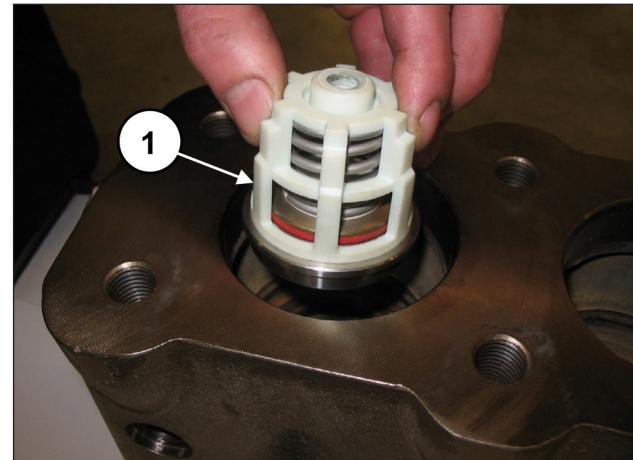
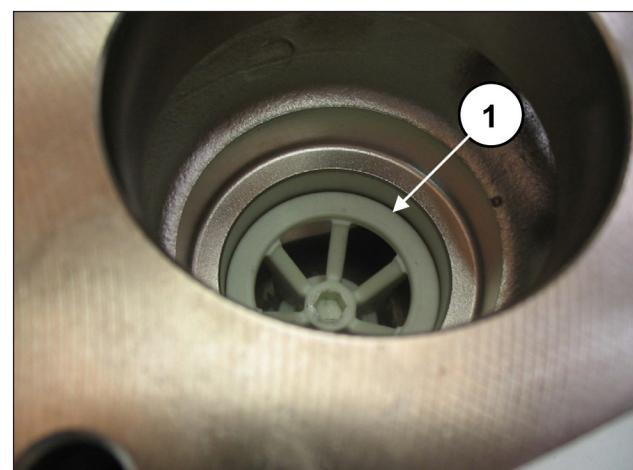

Рис. 115
Рис. 116
Вставьте всасывающий клапанный узел (поз. ①, Рис. 115), а затем распорный элемент (поз. ①, Рис. 116).
Клапанный узел в сборе должен быть вставлен до упора и выглядеть, как на поз. ①, Рис. 116.